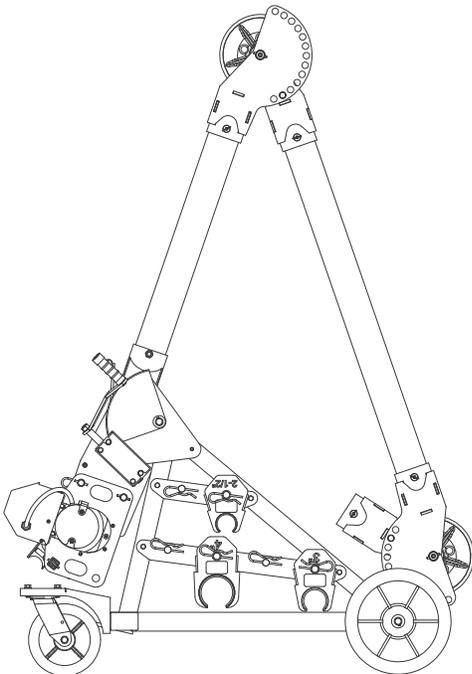

Figure 21 : Position de transport
6. En soutenant la flèche avant, déverrouiller le coude et faire pivoter la flèche avant vers le chariot jusqu'à ce qu'il touche la traverse. (Fig. 21)